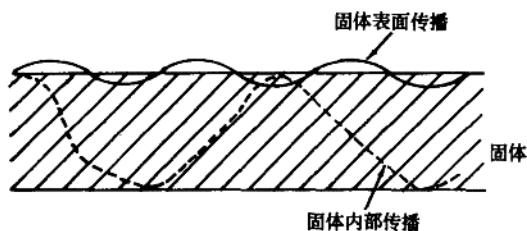

图 1-4 波在固体中传播形式
(1)概述:波在固体中传播分为两类,一类是在固体表面传播,另一类是在固体内部传播,如图 1-4 所示。